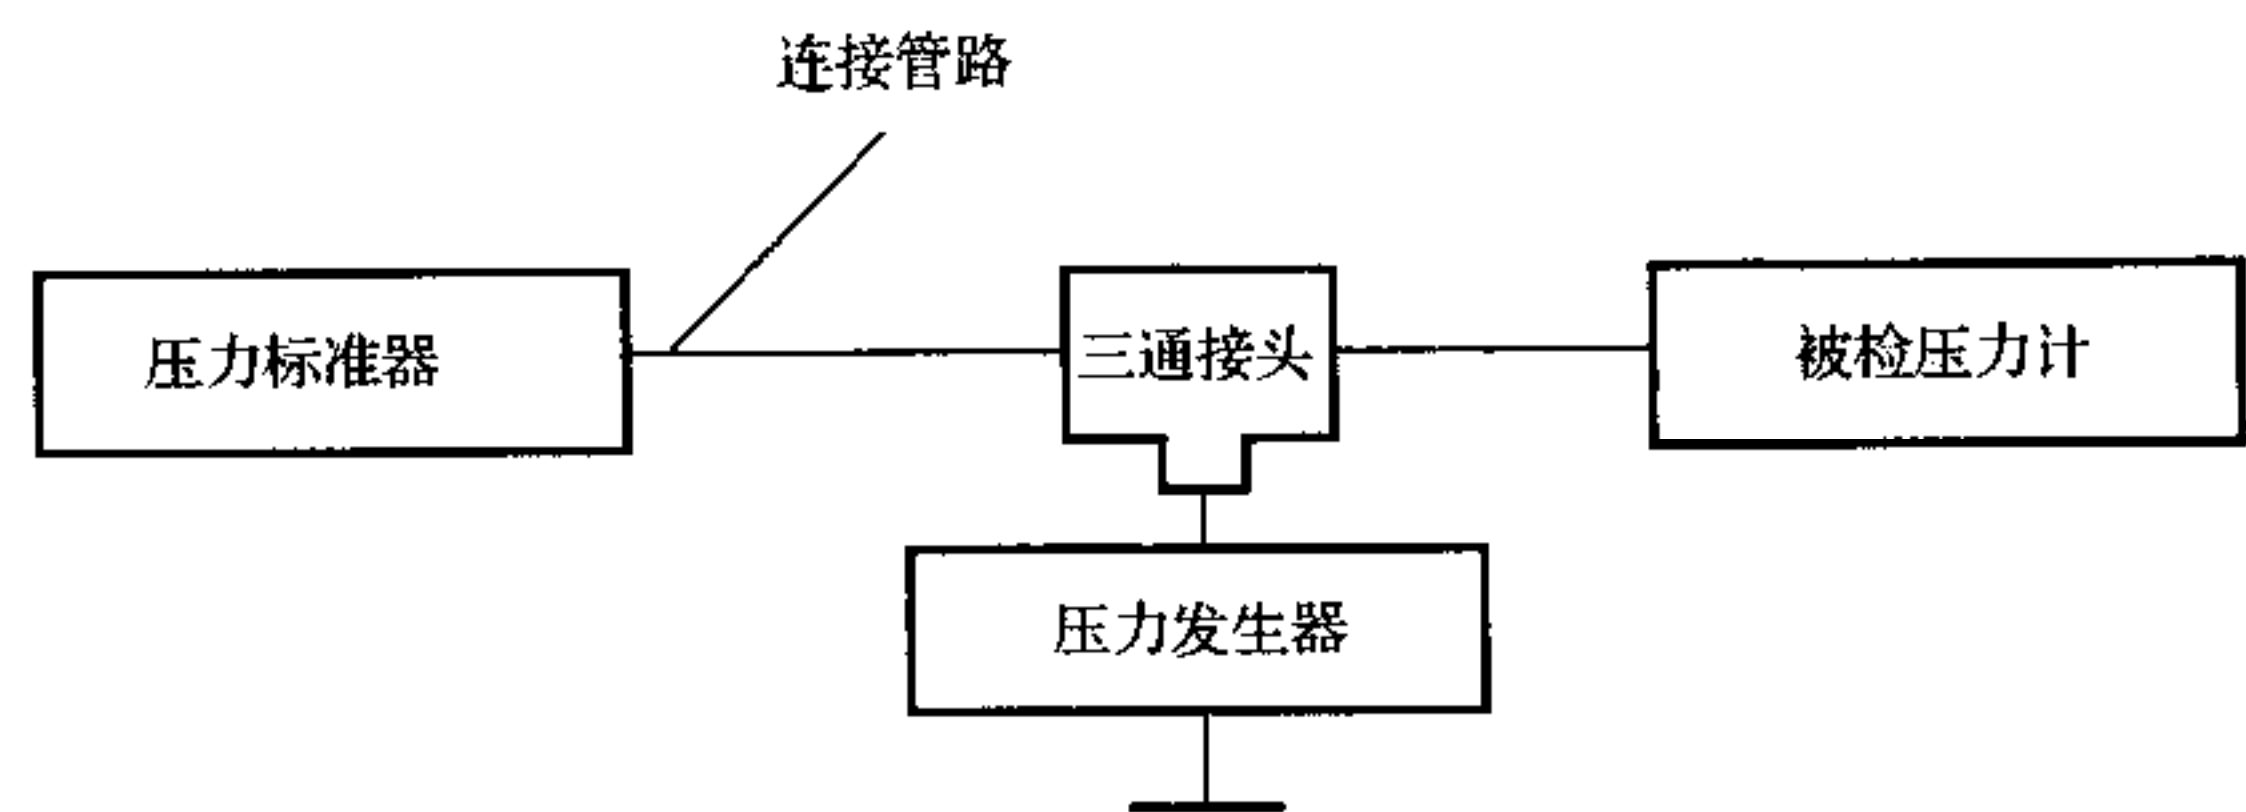

图2 压力计的示值误差检定连接示意
5.3.1.2 压力计的示值误差检定按图 2 所示的方式连接，并通电预热。